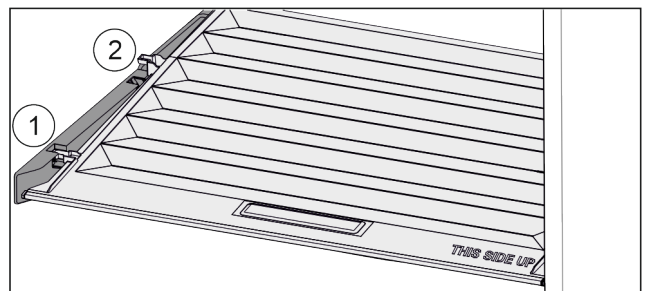

Fig. 116
- ▶ Tirare in avanti il coperchio fino all'apertura nei fermi Fig. 116 (1).
- ▶ Sollevare posteriormente dal basso e togliere verso l'alto Fig. 116 (2).